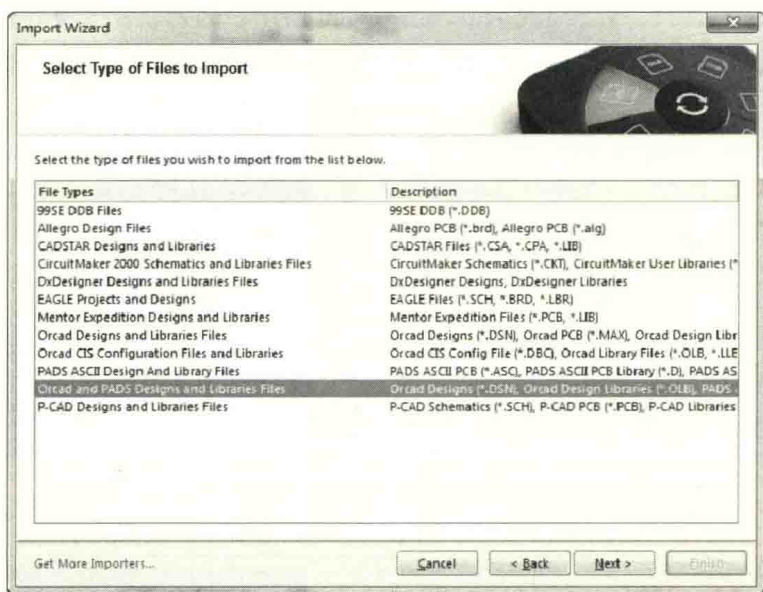

图 11-62 原理图转换向导
(2) 和 PADS 原理图转换步骤一样，打开 Altium Designer 17，执行菜单命令“File-Import Wizard”，选择“Orcad and PADS Designs and Libraries Files”导入选项，如图 11-62 所示。然后单击“Next”按钮，选择之前另存的 16.2 版本的 OrCAD 原理图，按照弹出的转换向导进行转换。